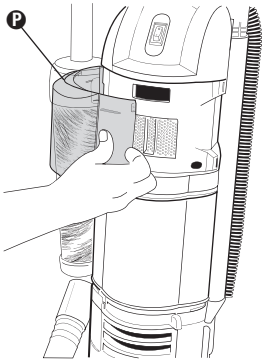

FIG. 15
Step 1: Remove top filter cover **P** by grasping right edge and pivoting to the left (FIG. 15).
Paso 1: Quite la tapa del filtro **P** tomando el borde de la derecha y abriéndola hacia la izquierda (FIG. 15).